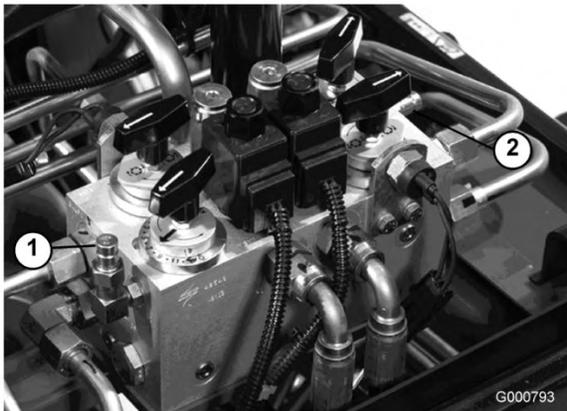

Figura 68
2. El punto de prueba B (Figura 68) se utiliza para localizar problemas en el circuito hidráulico de las unidades de corte delanteras.
3. El punto de prueba C (Figura 68) se utiliza para localizar problemas en el circuito hidráulico de las unidades de corte traseras.